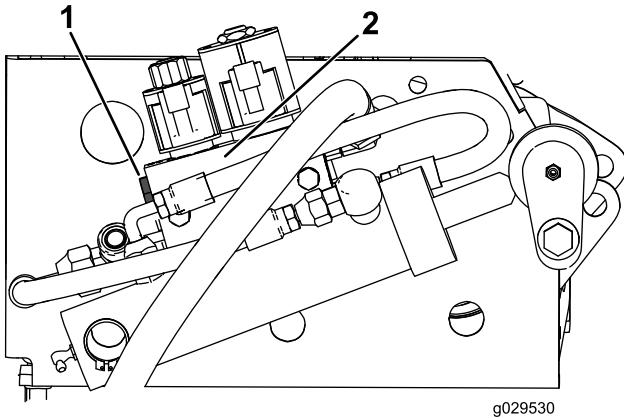

Figure 18
5. Sur le cadre droit, localisez la vanne de levage du plateau (Figure 18).
6. Retirez le bouchon sur le côté gauche de la vanne (Figure 18).